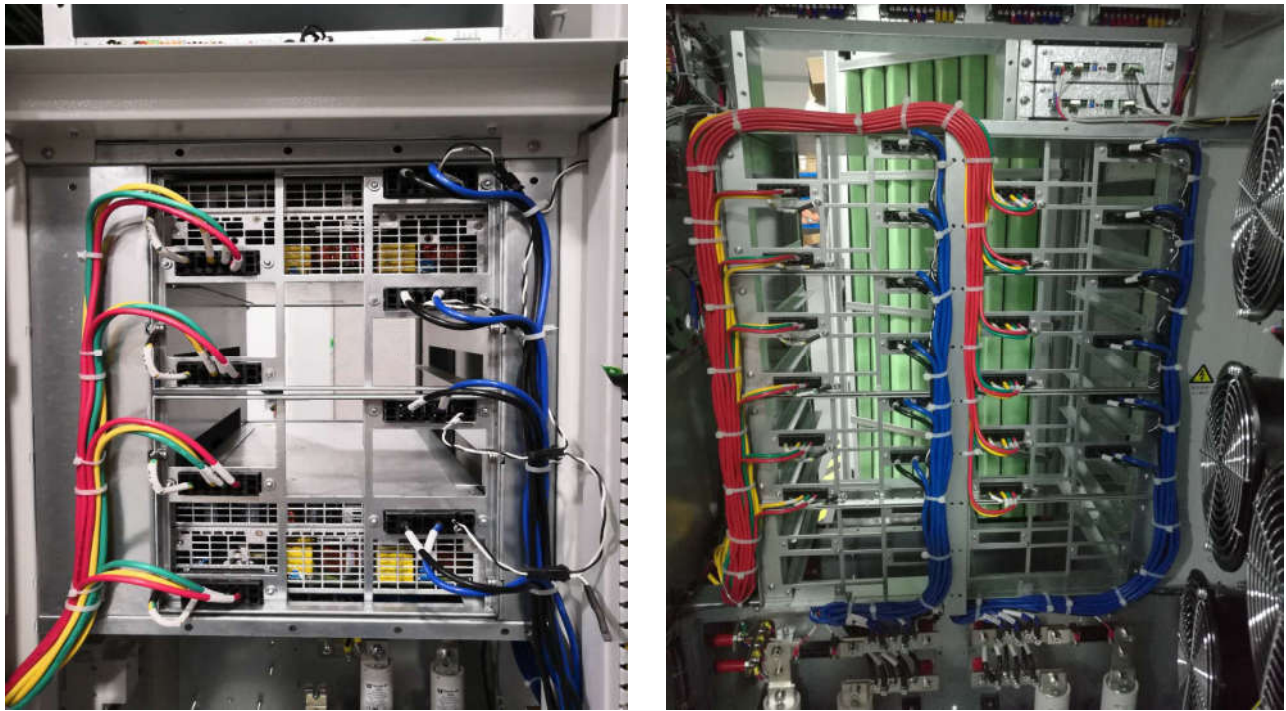

图 3-1 机柜功率和通信走线示例
2. 系统内部的整流模块交流进线和直流出线，应捆扎在模块插框的两侧，不能阻挡模块出风口的风道，如图 3-1 所示。